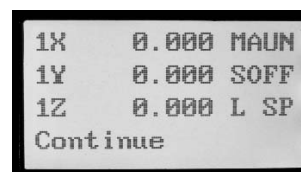

Figura 10-5
7. La pantalla del controlador mostrará ahora el cero de origen de trabajo en tres ejes. La Figura 10-5 muestra los parámetros almacenados en el lugar **MENÚ + 1**.